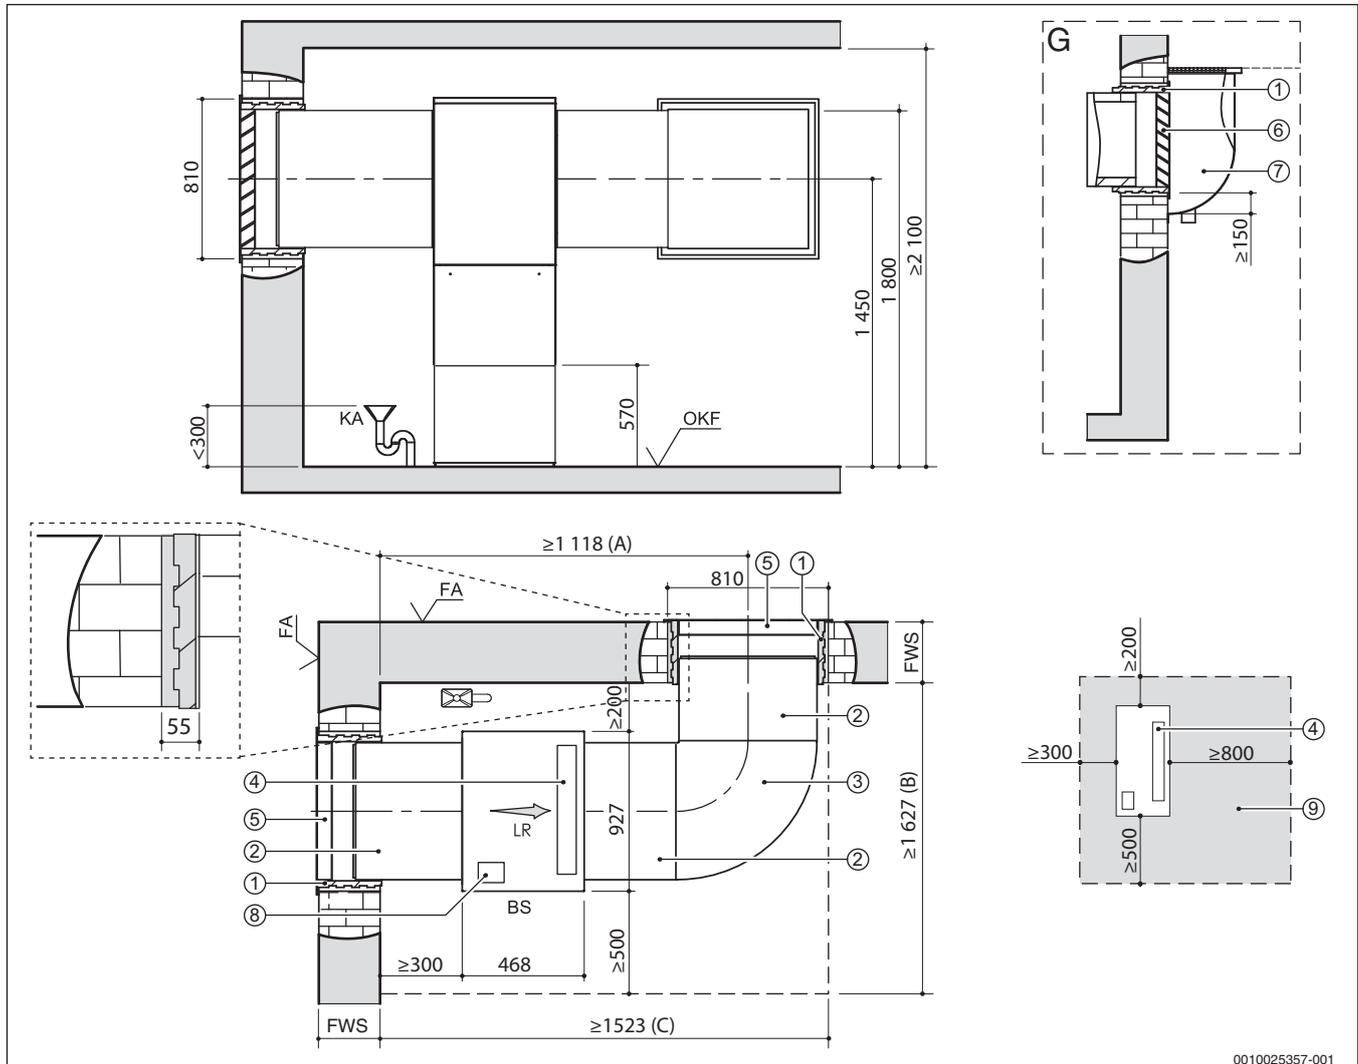
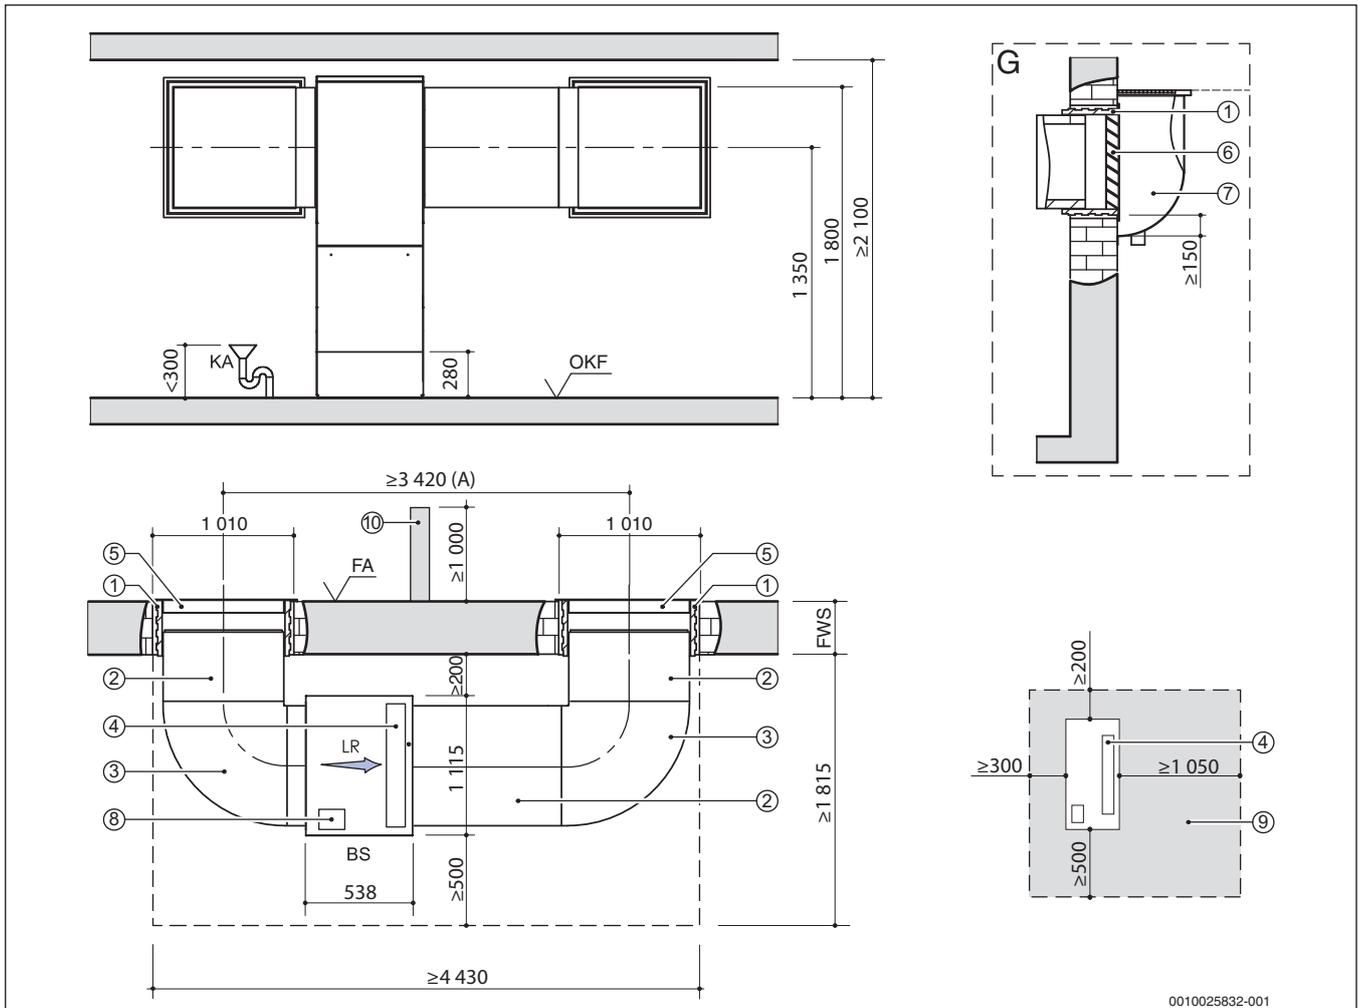

Bild 15 Aufstellplan für WLW196i-6/8 IR mit dem Luftkanalsystem 700 (alle Maße in mm)
Bild 16 Aufstellplan für WLW196i-11/14 IR mit dem Luftkanalsystem 900 (alle Maße in mm)
- Im Aufstellraum muss ein Kondensatablauf vorhanden sein. Die Höhe des Anschlusses ist in den Aufstellplänen eingetragen (→ Bild 15, Seite 8 und Bild 16, Seite 9).
- Kann aus baulichen Gründen die Luftführung nur an einer Gebäudeseite erfolgen, muss ein Luftkurzschluss verhindert werden. Dies kann über eine Trennwand (→ Bild 16 [10], Seite 9) oder durch einen ausreichenden Abstand zwischen den beiden Öffnungen erreicht werden.
- 1450 mm für Wärmepumpen mit 6/8 kW (→ Bild 15, Seite 8)
- 1350 mm für Wärmepumpen mit 11/14 kW (→ Bild 15, Seite 9)
#### Legende für Bild 15 + Bild 16: